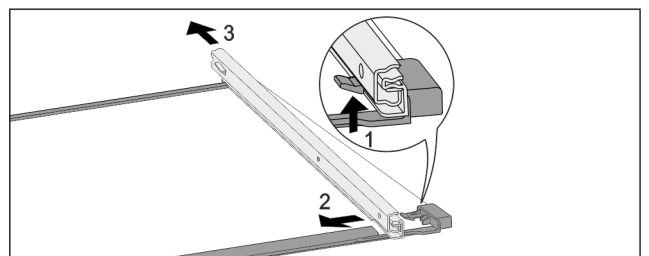

Fig. 191 Płyta szklana z szynami
- ▶ Wcisnąć przedni hak ryglujący do góry. Fig. 191 (1)
- ▶ Wysunąć prowadnicę w bok Fig. 191 (2) i do tyłu Fig. 191 (3).